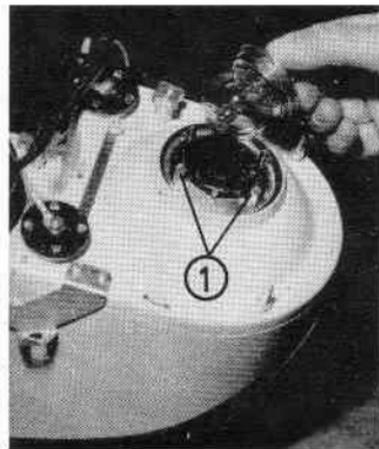

Fig. 40
- Saisir les ressorts de maintien 1 (fig. 40) et les rabattre pour dégager la lampe; sortir la lampe et la remplacer.